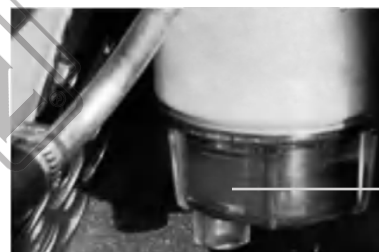

Fig. 1
- Il generatore diesel è dotato di un separatore olio/acqua (Fig. 1) che scarica l'acqua dal diesel.